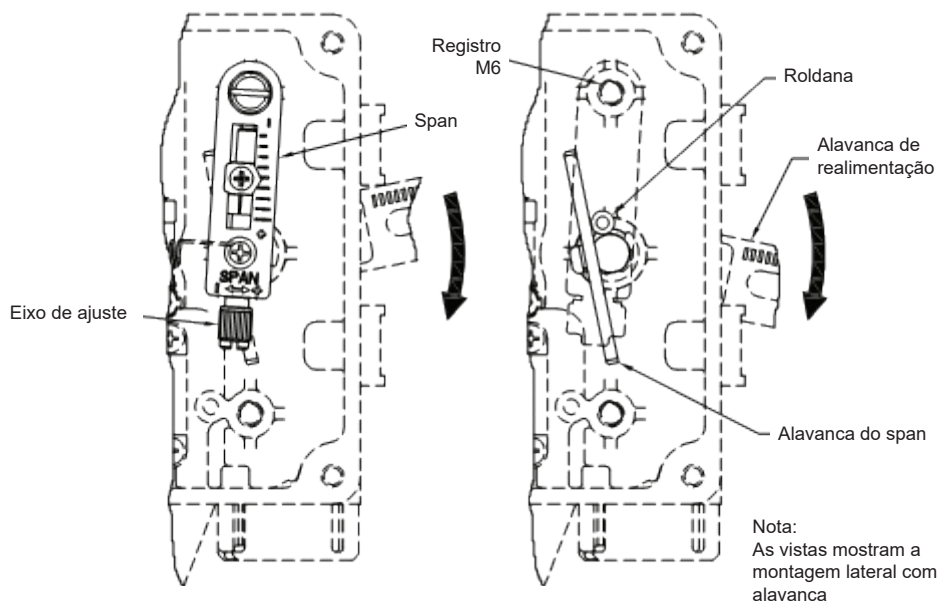

Fig. 18 Instalação de span (lateral = DA, central = RA)
- 1) Montagem lateral - Se o eixo do atuador se mover para baixo quando o sinal de entrada for aumentado, monte o "Span" no orifício do registro M6 superior como na Fig. 18. (DA) abaixo
Montagem central - Se o eixo do atuador se mover para cima quando o sinal de entrada for aumentado, monte o "Span" no orifício do registro M6 superior como na Fig. 18 (RA) acima